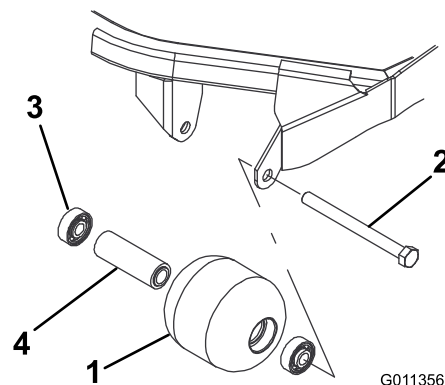

Figura 71
1. Retire el perno de montaje del rodillo (Figura 71).
4. Inspeccione el alojamiento del rodillo, los cojinetes, y el espaciador del cojinete (Figura 71). Sustituya cualquier componente dañado y vuelva a ensamblar el conjunto.
1. Introduzca a presión el primer cojinete en el alojamiento del rodillo (Figura 71). Haga presión solamente sobre el anillo de rodadura exterior, o de forma igual sobre el anillo exterior y el interior.
2. Introduzca el espaciador (Figura 71).
3. Introduzca a presión el segundo cojinete en el alojamiento del rodillo (Figura 71), haciendo presión de manera uniforme sobre el anillo de rodadura interior y el exterior hasta que el anillo de rodadura interior entre en contacto con el espaciador.